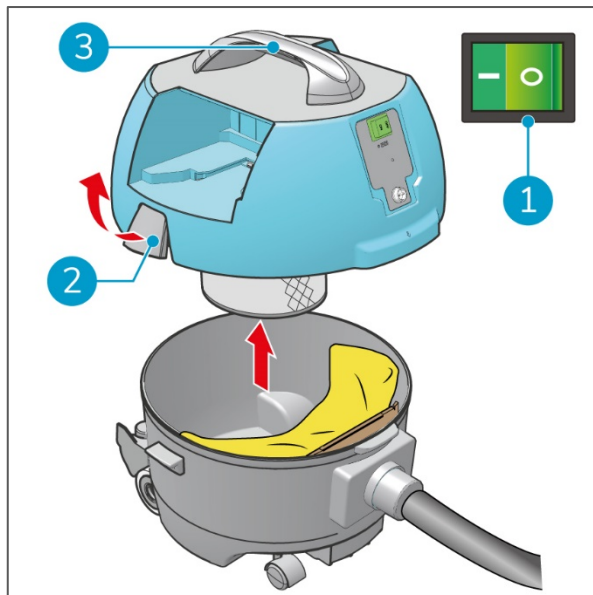

Abbildung 23
1. Schalten Sie den i-vac[®] 9B mit dem ON/OFF-Schalter aus (Figure 23, Pos. 1).
3. Öffnen Sie die Riegel (Figure 23, Pos. 2).
4. Heben Sie den Deckel am Griff ab (Figure 23, Pos. 3).